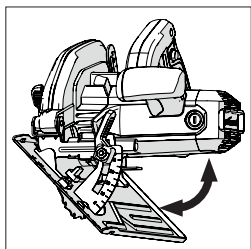

Fig. 14
- Luta bladet till den önskade vinkeln i enlighet med kvadrantens gradskiva. **(Fig. 14)**